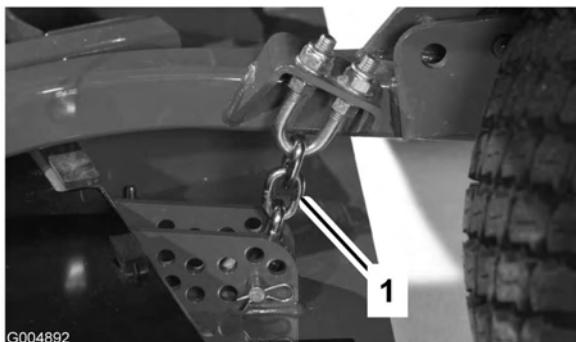

Bild 80
3. Entfernen Sie den Splint und den Lastösenbolzen, mit denen die Schnithöhenkette an der Rückseite des Mähwerks befestigt ist (Bild 80).